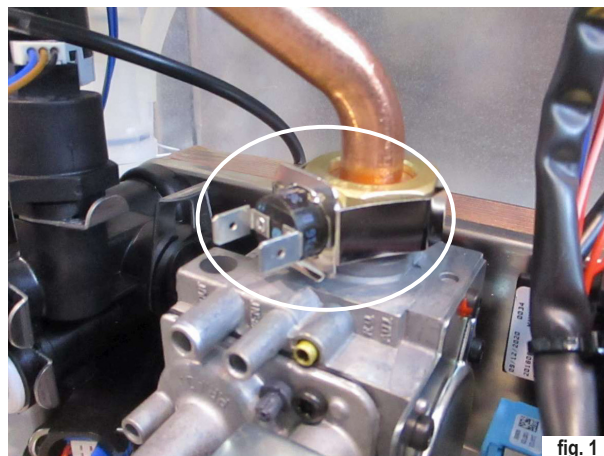

fig. 1
- Posizionare il termostato antigelo sul dado della rampa gas (fig. 1).